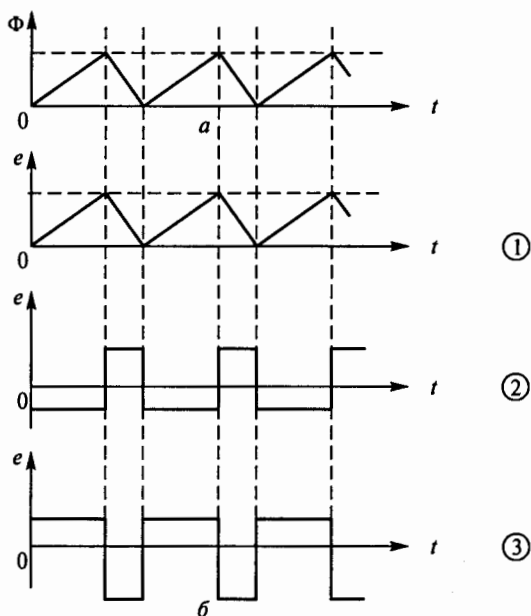

Рис. 50
**2.24.** Магнитный поток изменяется, как показано на рис. 50, *а*. Указать по рис. 50, *б*, как будет изменяться ЭДС в контуре, который пронизывается этим магнитным потоком.